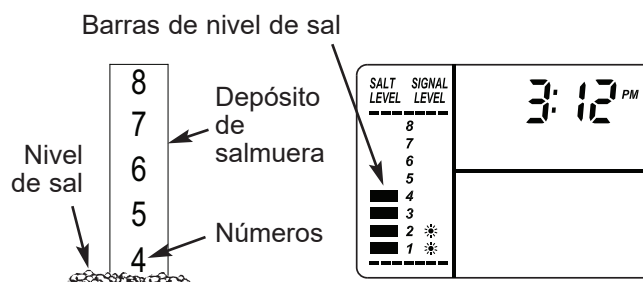

FIG. 21
2. La escala de nivel de sal, en el depósito de salmuera dentro del tanque, tiene los números 0 a 8 (vea la Fig. 21). Fíjese en el número más alto en el que esté nivelada la sal, o al que esté más próxima.
3. Presione el botón SET SALT LEVEL (Fijar el nivel de sal) tantas veces como sea necesario para que las barras de nivel de sal (vea la Fig. 21) coincidan con el número de la depósito de salmuera. En el nivel 2 o inferior, destellará la luz de "Bajo nivel de sal" (Vea la página 13).